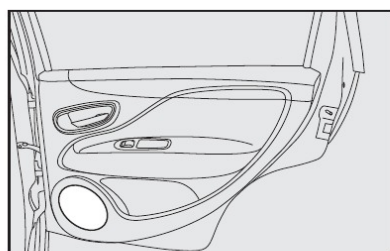

fig. 130
- alto-falantes na porta traseira **fig. 130**;